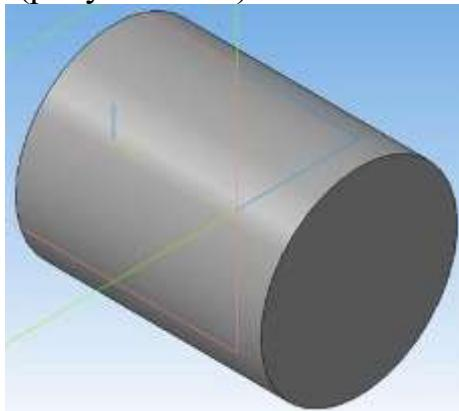

Рисунок 15.2 – Полутоновое отображение модели
11. На Инструментальной панели **Вид** выберите команду **Полутоновое, Полутоновое с каркасом** (рисунок 15.2).